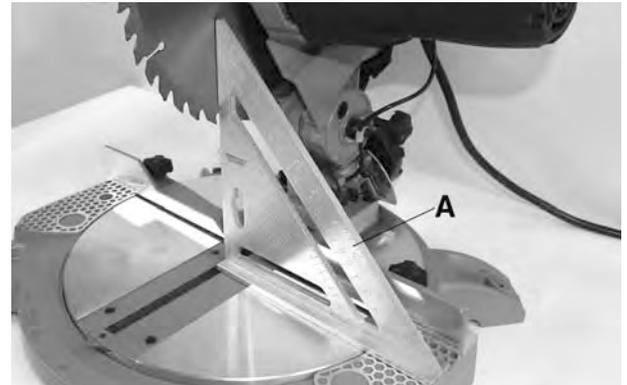

Figure 6
5. Placez une équerre (A) Fig.6 sur la table et contre la partie à plât de la lame.